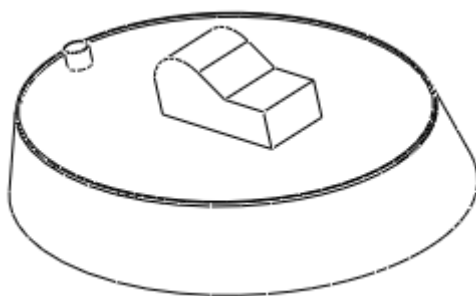

图 50-18
- (4) 单击  按钮，完成拉伸截面的绘制。调整特征生成方向，单击  按钮，完成特征建立，如图 50-18 所示。